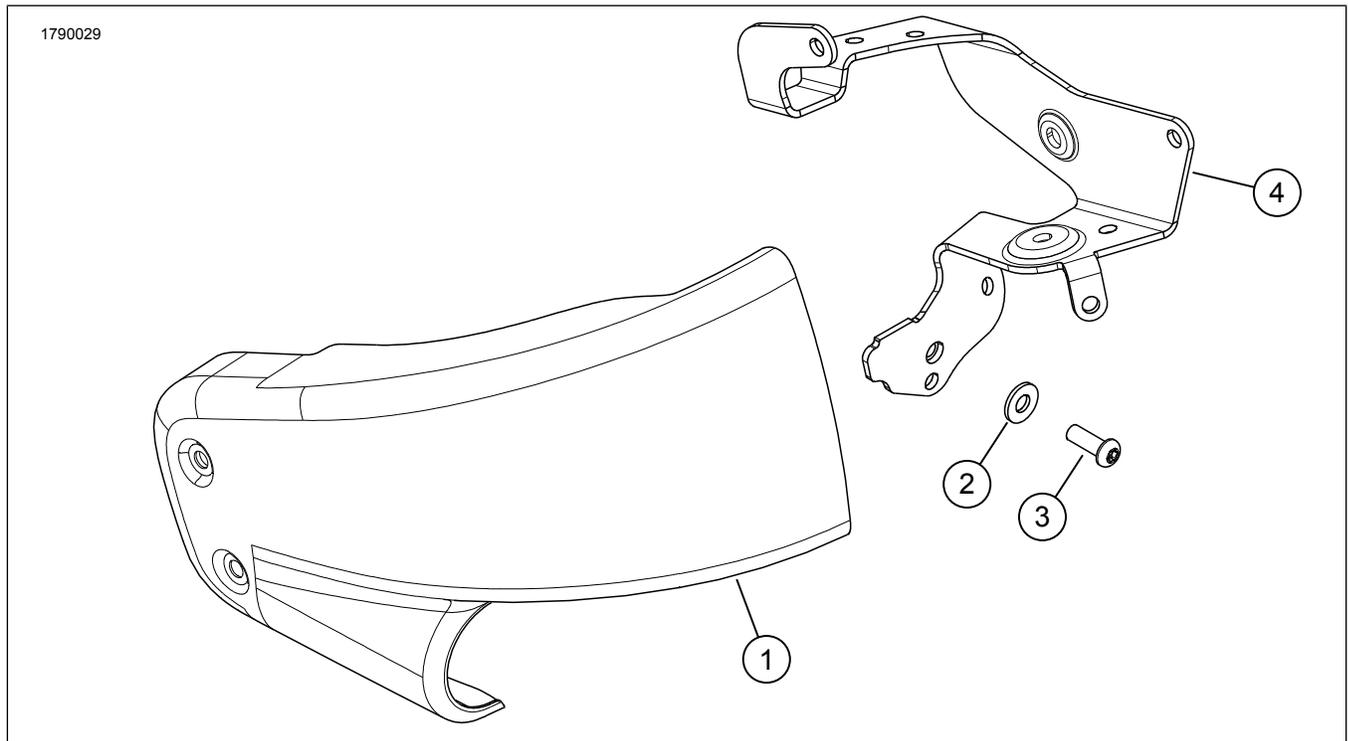

Figure 1. Contenu du kit : Kit de couvercle latéral Öhlins Screamin Eagle
- 2. Voir la figure 1. Installer un **nouveau** couvercle latéral (1).